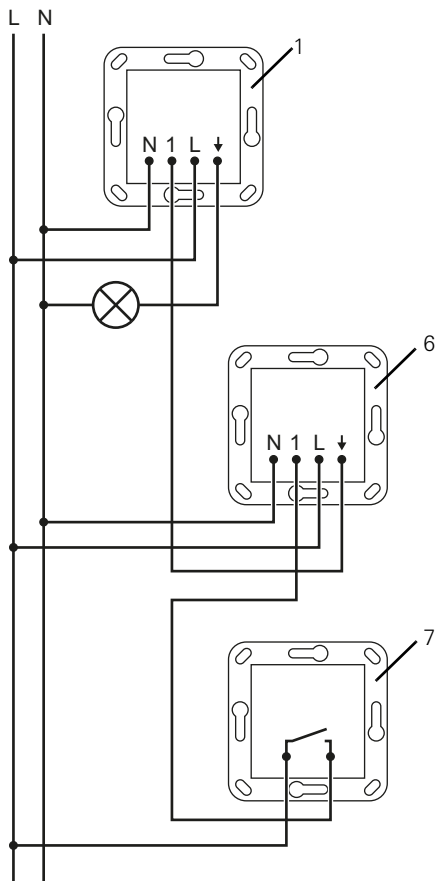

Bild 4: Anschlussplan mit Nebenstelle
Zur Erweiterung des Erfassungsbereiches weitere Sensotec LED anschließen, siehe (Bild 4) Anschlussplan. Die Hauptstelle wertet dabei die Bewegungssignale der Nebenstellen aus.
- UP-Einsatz gemäß Anschlussplan (Bild 4) anschließen.